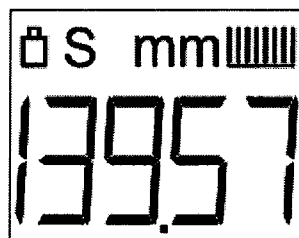

Рисунок 15 – Измерение толщины (режим сканирования)
5) Перейти в режим сканирования нажатием клавиши , при этом в верхней области дисплея вместо индикатора «М» появится индикатор «S» (Рисунок 15).